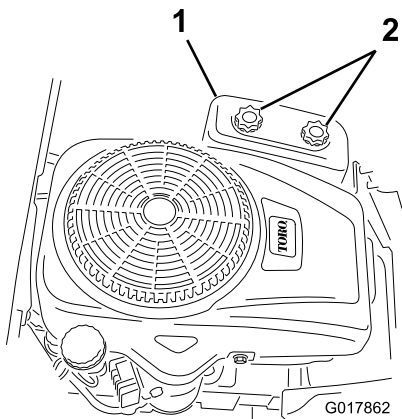

Figura 16
3. Retire la tapa del limpiador de aire desenroscando los 2 pomos (Figura 16).